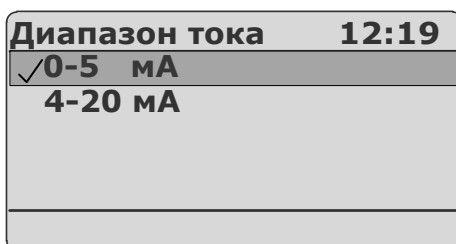

Рисунок 2.22
2.6.5.2.1. Выбор пункта «Диапазон тока» и нажатие кнопки «» вызывает на дисплей прибора диалоговое окно *Диапазон тока* (см. рисунок 2.22), в котором пользователю предлагается выбрать значение типа выходного унифицированного токового сигнала поверяемого *датчиков давления*.